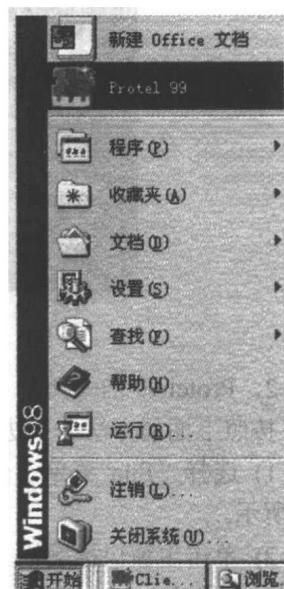

图 1-2 单击“开始”菜单组的“Protel 99”菜单项进行启动
- 2) 在调出的“开始”菜单组中单击“Protel 99”菜单项，如图 1-2 所示。系统即可进入设计主窗口。